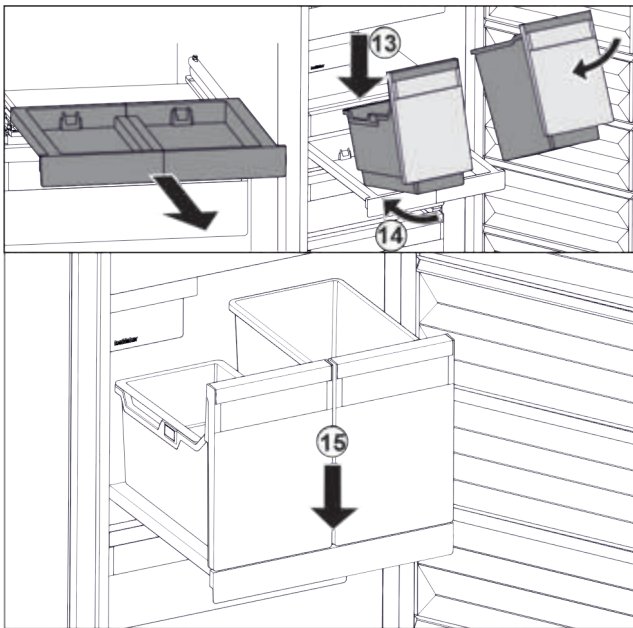

Fig. 86
- ▶ Встановити резервуар на витягну панель навкоси. Fig. 86 (13)
- ▶ Насунути резервуар навкоси до зад. Fig. 86 (14)
- ▶ Резервуар опустити спереду. Fig. 86 (15)